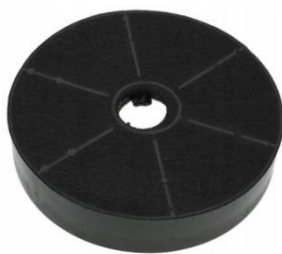
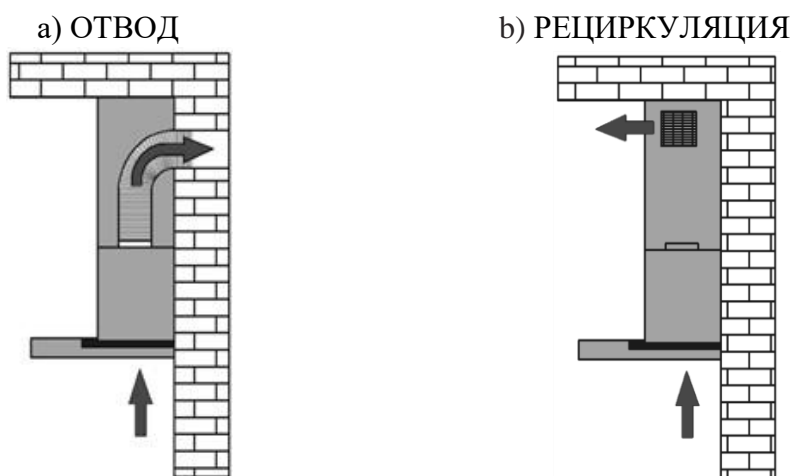

Рис. 5
Рис. 6
1)Отвода (рис. 6а) – воздух удаляется из помещения через соединение вытяжки с вентиляционным каналом жестким пластиковым воздуховодом или гофрированным шлангом диаметром 150 мм. И, таким образом, все кухонные испарения, запахи, гарь и копоть, проходя через многоразовые алюминиевые жироулавливающие фильтры, выводятся за пределы помещения. При данном режиме работы нет необходимости устанавливать угольные фильтры. Режим отвода является наиболее эффективным, поскольку вытяжка удаляет все кухонные испарения за пределы кухни в вентиляционную шахту.
2)Рециркуляции (рис. 6б) – внутренняя циркуляция воздуха через угольные фильтры (рис. 5). Вытяжка в данном случае не подключается к вентиляционной шахте и, таким образом, воздух просто прогоняется через вытяжку внутри кухни.
В этом режиме на вытяжку должны быть установлены угольные запахоулавливающие фильтры (рис. 5). Эти фильтры не входят в комплект вытяжки и приобретаются отдельно. Угольные фильтры следует менять не реже, чем раз в 3 месяца (в зависимости от интенсивности приготовления пищи). Использование вытяжки в режиме рециркуляции снижает ее производительность.